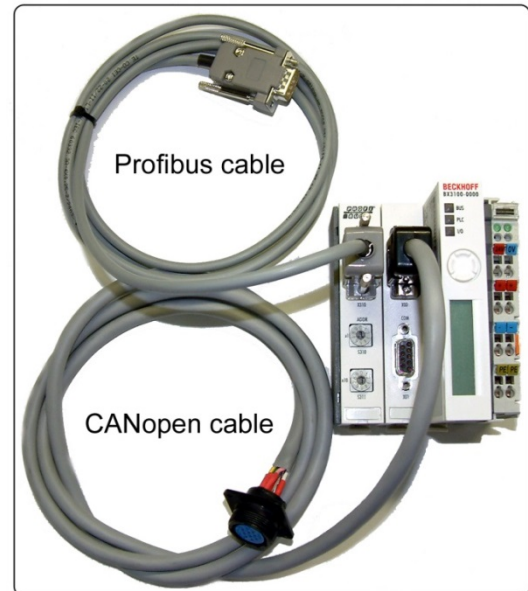

fig. 2.4
2.4 Composizione art. 210.20 (fig. 2.4).